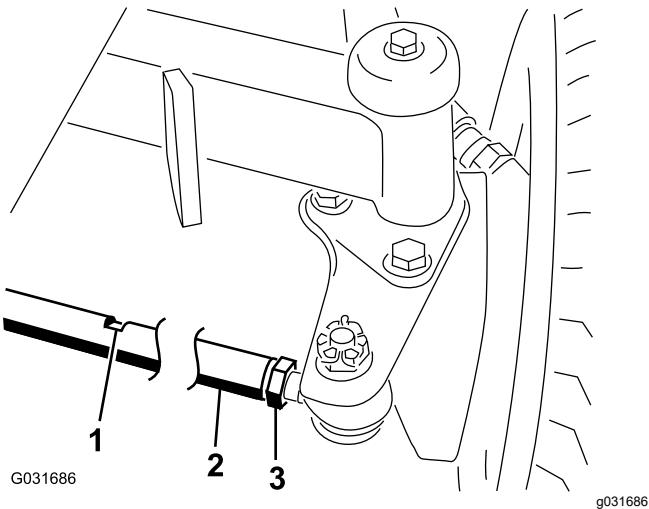

Figura 60
2. Afloje las contratuerzas de ambos extremos del tirante (Figura 60).